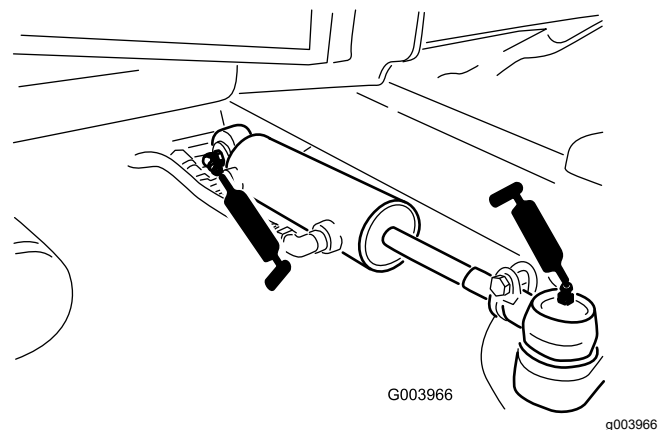

Figure 79
- Rotules de vérin de direction (2) (Figure 79)